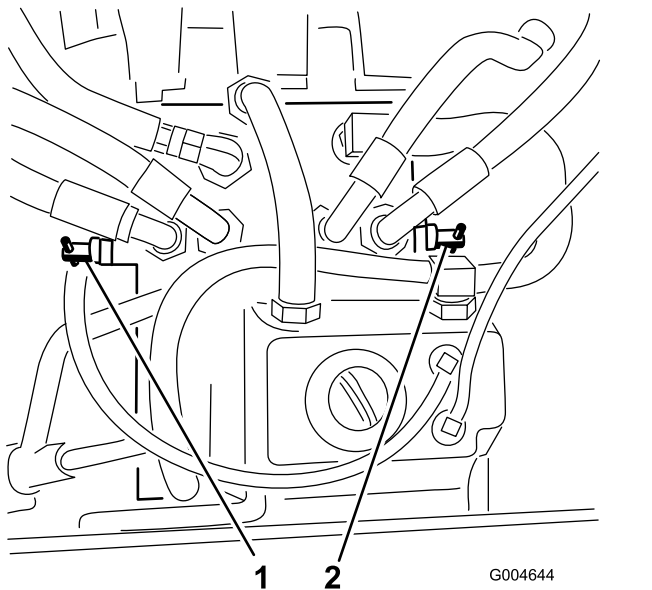

Figura 57
3. Girate ogni valvola di bypass di un giro in senso antiorario (Figura 57).